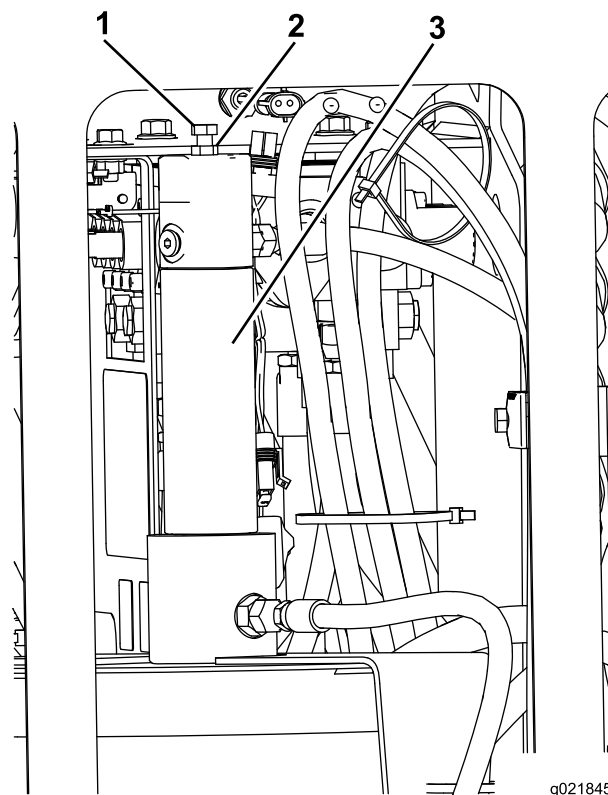

Figura 55
1. Solte a porca no parafuso de ajuste localizado na parte superior do pistão do aplicador de lubrificante (Figura 55).